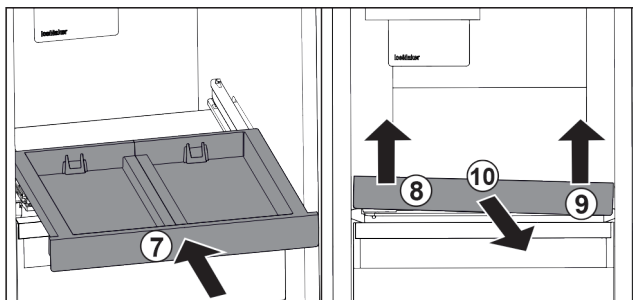

Fig. 141
- Rentrer le compartiment coulissant. Fig. 141 (7)
- Soulever le compartiment coulissant au niveau de la partie avant gauche. Fig. 141 (8)
- Soulever le compartiment coulissant au niveau de la partie avant droite. Fig. 141 (9)
- Retirer le compartiment coulissant par l'avant. Fig. 141 (10)